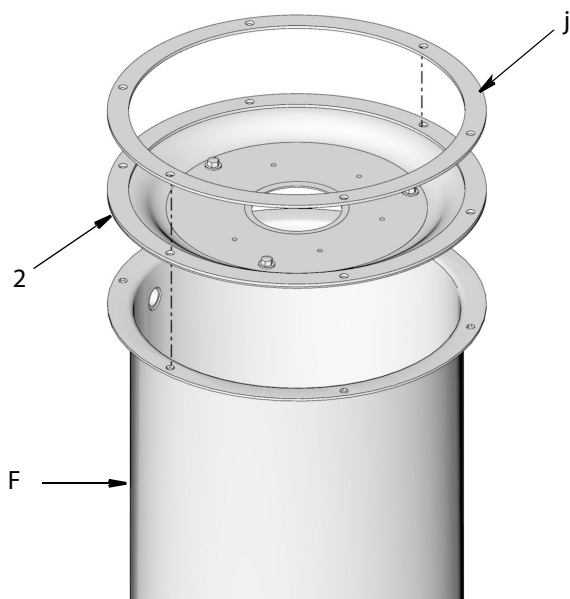

Рис. 6
1. Установите мембрану (2) на резервуаре (F) (Рис. 6) так, чтобы совпали отверстия мембраны и резервуара. Для определения ориентации мембраны см. Рис. 6.
**ПРИМЕЧАНИЕ.** На мембране (2) установлено шесть клапанов (не показаны). При установке мембраны они должны быть обращены вниз.
2. Установите прокладку (j), снятую на шаге 6 (стр. 5), на мембрану (2) (Рис. 6) так, чтобы совпали отверстия прокладки и мембраны.